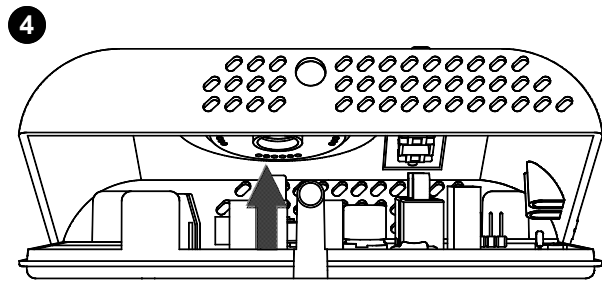

Fig. 5 - Abb. 5
- 4 Girar la tapa ejercitando una ligera presión hasta extraerla completamente (Fig. 5).
- Tourner la calotte en exerçant une légère pression jusqu'à l'extraire complètement (Fig. 5).